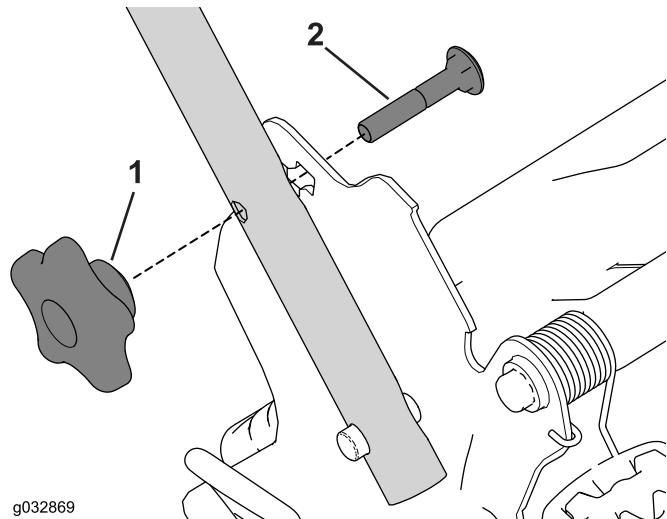

Рисунок 26
1. Снимите и сохраните две круглые рукоятки и два каретных болта с кронштейнами рукоятки (Рисунок 26).